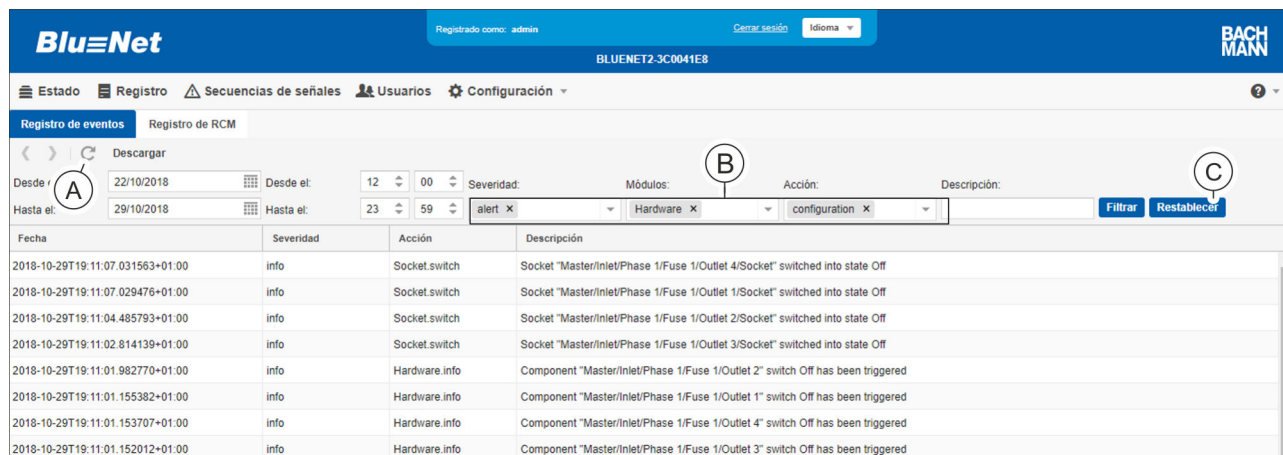

Fig. 122: Borrar un filtro
1. ➤ Borre el filtro con el botón **x** del filtro correspondiente (Fig. 122/ⓑ). Como alternativa, puede borrar todos los filtros con el botón "Restablecer" (Fig. 122/ⓒ).
2. ➤ Haga clic en el botón **↺** (Fig. 122/ⓐ).